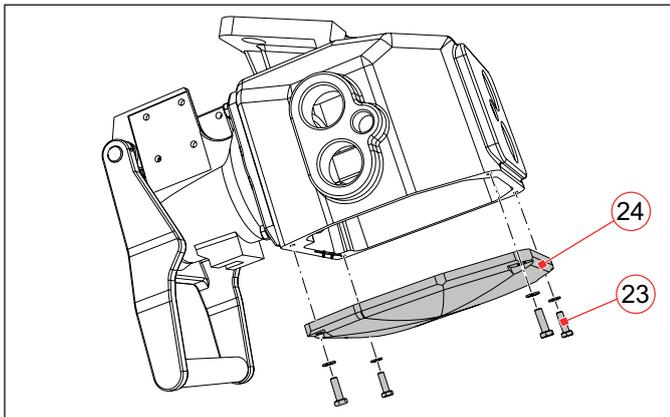

Abb. 8: Unteren Deckel der Kupplungsdose abnehmen
- ▶ Zur Vorbereitung der Anschlüsse die 4 Schrauben (23) des Deckels (24) unten an der Kupplungsdose lösen (**Abb. 8**).
- ▶ Den unteren Deckel (24) zusammen mit der eingeklebten Dichtung abnehmen.
- ▶ Nach Prüfung aller Kabelanschlüsse auf richtige Verlegung und festen Sitz, den Deckel unten an der Kupplungsdose wieder montieren (siehe **Abb. 8**).
- ▶ Den unteren Deckel (24) mit eingeklebter Dichtung unten in das Dosengehäuse einsetzen (siehe **Abb. 8**).
- ▶ Den Deckel (24) mit den 4 Schrauben (23) einschließlich Sperrkantringen festschrauben (**Abb. 8**). Drehmoment für die Deckelschrauben: 6 Nm